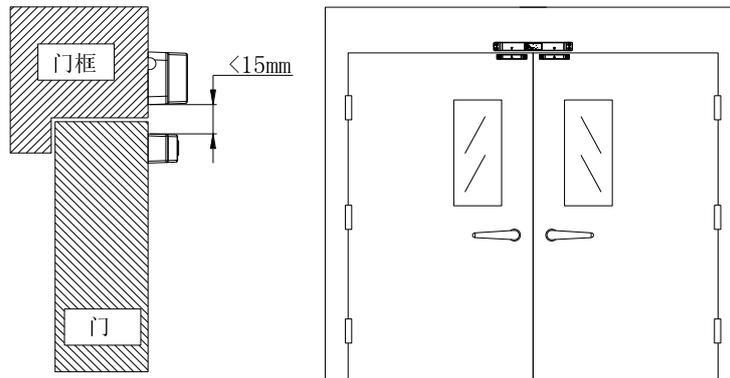

图 2 安装示意图
3. 监视模块安装于门框和门平齐的一面，MC01P 监视模块安装于远离门轴的一侧，MC02P 监视模块安装于门框中间；磁体安装于门扇上；并且监视模块上的三角箭头与磁体上的三角箭头对齐。监视模块与磁体间隔小于 15mm，间隔越小灵敏度越高。安装示意图如图 2 所示。